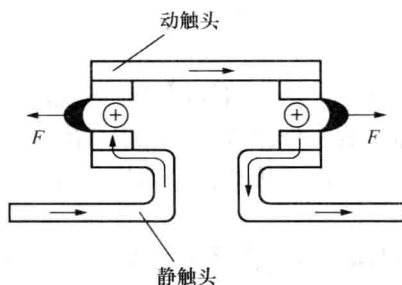

图 1-1-3 桥式触头灭弧示意图
1) 电动力吹弧。如图 1-1-3 所示为桥式结构双断口触头，触头两端的电流方向相反，将产生方向相反的电动力，从而使电弧向外运动并拉长，加快电弧的冷却并熄灭。